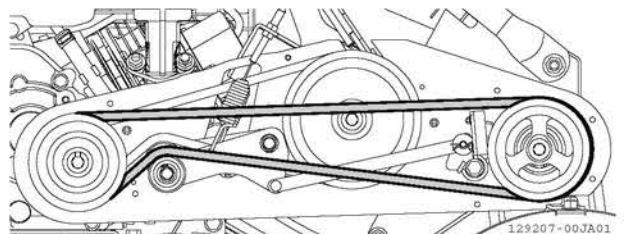

図 4-45
2. 作業クラッチベルトを外し、新しいベルトと交換します。(図 4-45)